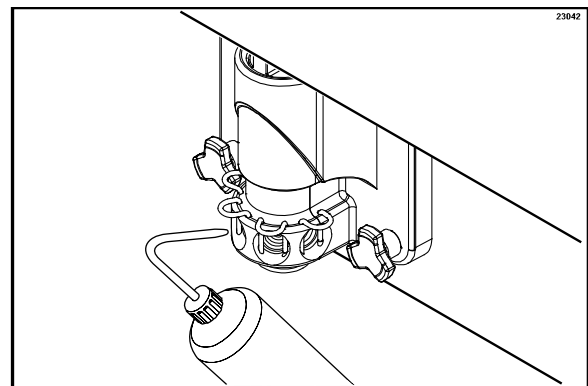

Figure 57
13. Remplir le flacon souple de solution nettoyante. Placer un seau sous la porte et insérer la partie tube du flacon souple dans les orifices de sortie du sirop. Presser fermement le flacon. Ceci force la solution se trouvant dans l'orifice voisin à sortir et à couler autour du centrifugeur. Cette procédure doit être effectuée un minimum de 10 secondes par orifice (Cf. Figure 57).